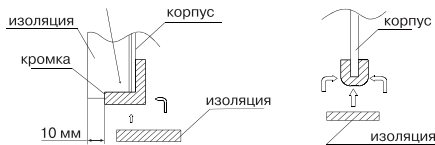

Рис. 29
7. При установке материала действуйте следующим образом тип корпуса 1 тип корпуса 2 [Рис. 29]